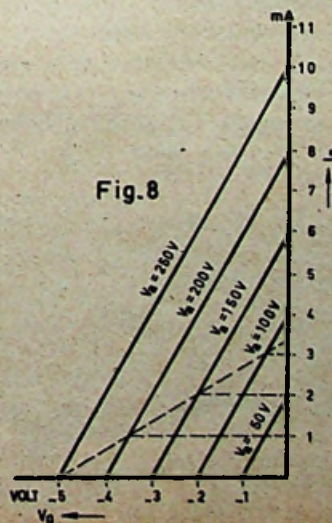
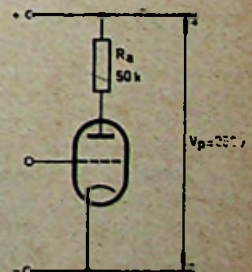

Fig. 8
Fig. 9
② Van een triode zijn de geïdealiseerde statische $I_a - V_g$ karakteristieken getekend in fig. 8. Deze triode wordt opgenomen in een schakeling zoals aangegeven in fig. 9.
a. Construeer in fig. 8 de dynamische I_a - V_g karakteristiek van de triode in deze schakeling